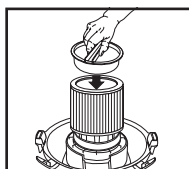

FIGURE 13
19. Placez le porte-filtre dans la partie supérieure de la cartouche filtrante. **FIGURE 13.**